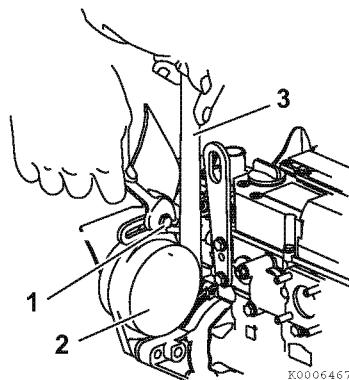

Рисунок 5
2. При необходимости отрегулируйте натяжение клинового ремня. Чтобы натянуть клиновой ремень до необходимого натяжения, ослабьте регулировочный болт (1, Рисунок 5) и переместите генератор переменного тока (2, Рисунок 5) с помощью рычага (3, Рисунок 5). Затем затяните регулировочный болт.